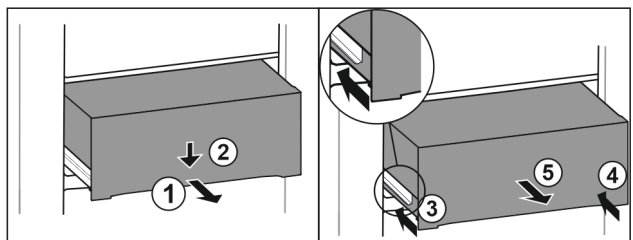

Fig. 168
- Izvucite ladicu na pola. Fig. 168 (1)
- Pritisnite ladicu naprijed prema dolje. Fig. 168 (2)
- Gurnite lijevu vodilicu za oko 2 cm. Fig. 168 (3)
- Gurnite desnu vodilicu za oko 2 cm. Fig. 168 (4)
- Izvadite ladicu prema naprijed. Fig. 168 (5)